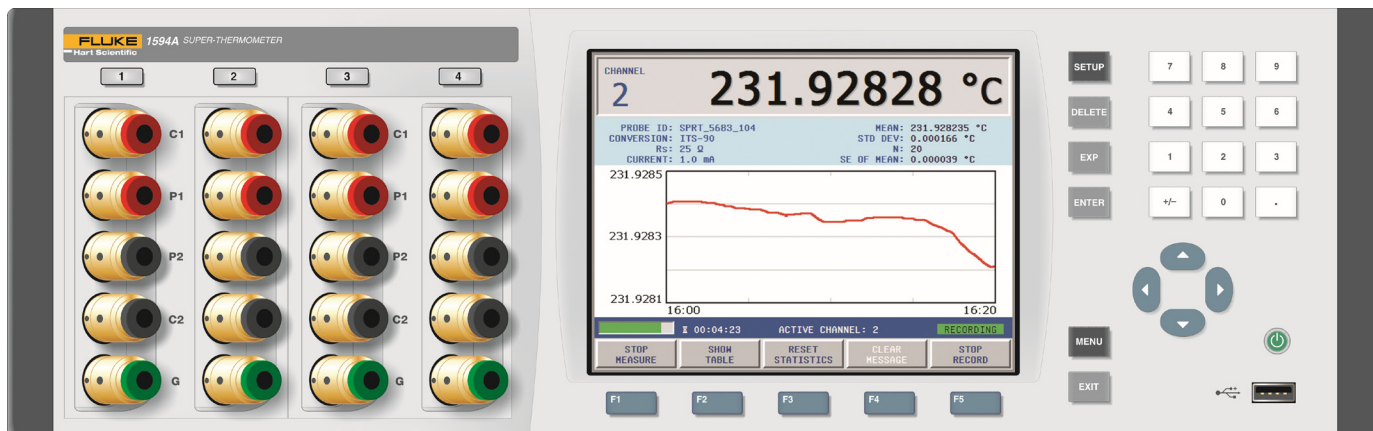

図 2 正面図
**注:** このポートを外部メモリの接続に使用しないでください。USB を使用して外部メモリを接続するには、13 ページのセクション 4.2.2 USB 接続、および 13 ページの図 2 を参照してください。